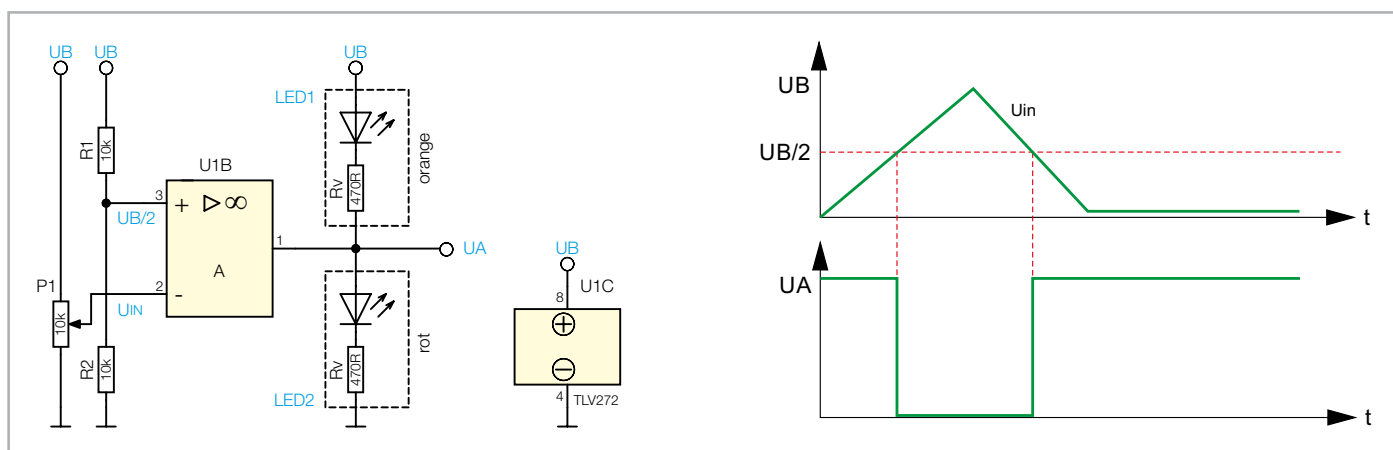

Bild 3: Grundschaltung eines Komparators (invertierend) mit Kennlinie
Die erste Grundschaltung, die wir näher betrachten wollen, ist ein invertierender Komparator, der in Bild 3 dargestellt ist. Die Ausgangszustände des Komparators werden hier durch zwei LEDs angezeigt. Bei einem High-Potential am Ausgang leuchtet die untere LED2 (rot) auf, während bei einem Low-Potential die obere LED1 (orange) aufleuchtet.
Die Eingangsspannung wird mit dem Potentiometer P1 vorgegeben und erstreckt sich über den vollen Spannungsbereich. Diese Spannung führt auf den invertierenden Eingang (-). Die Schaltschwelle am nichtinvertierenden Eingang (+) ist mit dem Spannungsteiler R1/R2 fest auf $U_B/2$ festgelegt. Im Diagramm (Bild 3, rechts) ist zu erkennen, was am Ausgang (UA) passiert, wenn man die Eingangsspannung verändert (grüne Kennlinie). Bei einer Eingangsspannung von 0 V liegt am Ausgang (UA) High-Potential, da der Operationsverstärker das Eingangssignal invertiert. Erreicht die Eingangsspannung den Wert der Schaltschwelle ($U_B/2$), wechselt der Ausgang auf Low-Potential. Solange die Eingangsspannung sich oberhalb der